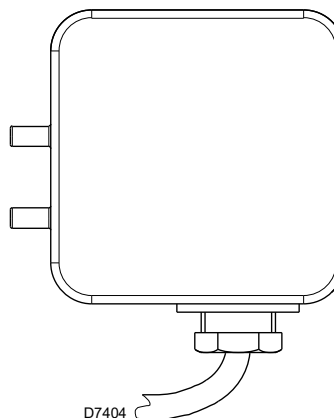

Fig. 25
- Régler le pressostat d'air (Fig. 25) en début d'échelle.
Effectuer le réglage du pressostat air (Fig. 25) après avoir effectué tous les autres réglages du brûleur avec le pressostat air réglé en début d'échelle. Avec le brûleur qui fonctionne à la puissance demandée, tourner la poignée lentement dans le sens des aiguilles d'une montre jusqu'à le blocage du brûleur. Tourner la poignée dans le sens contraire à celui des aiguilles d'une montre d'une valeur correspondant à environ 20% de la valeur établie et contrôler ensuite si le brûleur démarre correctement. Si le brûleur se bloque encore, tourner encore légèrement la poignée dans le sens contraire à celui des aiguilles d'une montre.